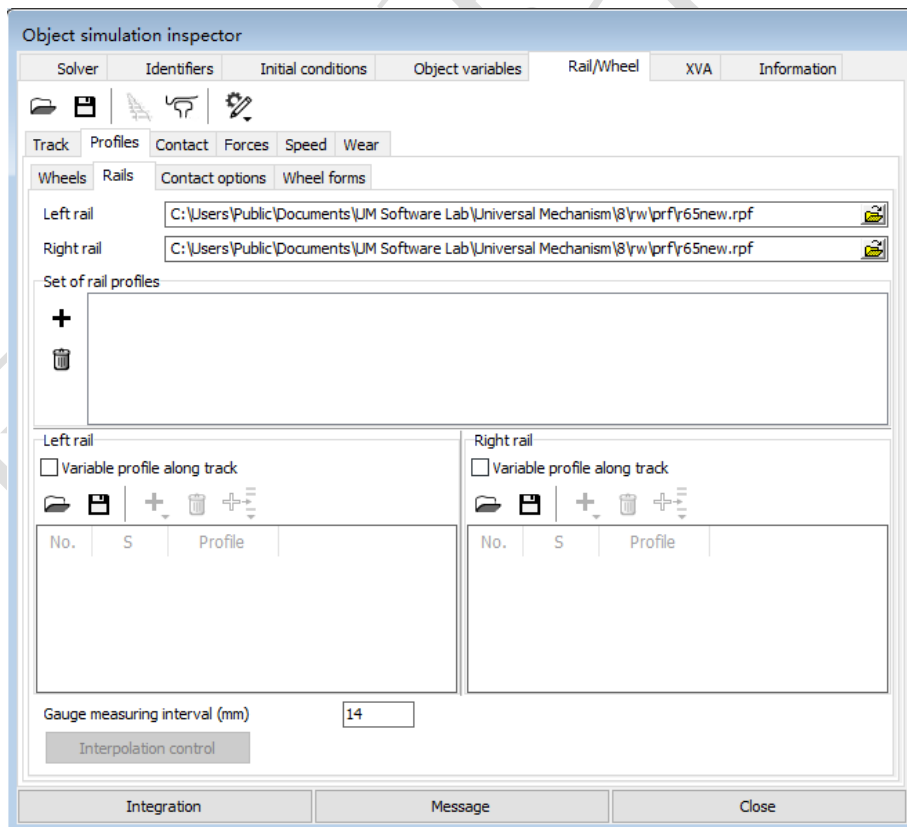

图 1.2 设置钢轨型面
3. 进而到 **Profiles | Rails** 页面，如图 1.2 所示。